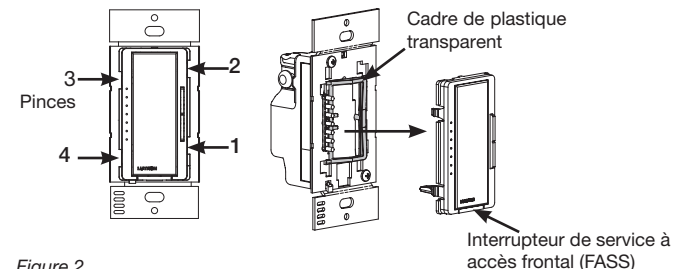

Figure 2
3. Retirez l'ensemble de l'interrupteur d'actionnement existant. Détachez l'ensemble existant en appuyant sur les clips et en les tirant un à un. Commencez par le coin inférieur droit (1), supérieur droit (2), puis par le côté gauche (3 et 4). Tirez l'ensemble hors de la commande en veillant à ne pas déloger le cadre en plastique transparent situé en dessous. Voir la Figure 2.